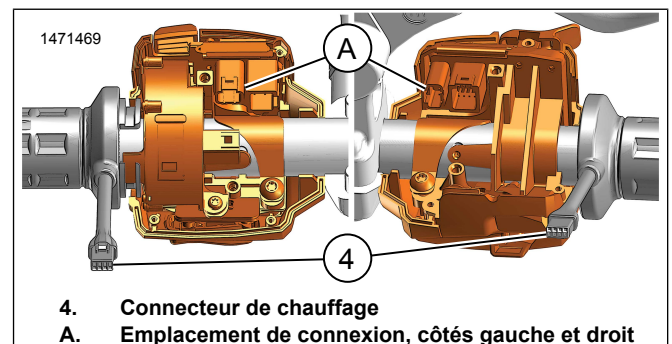

Figure 3. Emplacements du connecteur de chauffage
- c. Voir la Figure 3. Déconnecter le connecteur de la poignée chauffante (A).
- a. Voir la Figure 3. Déconnecter le connecteur de la poignée chauffante (A).
- a. Voir la Figure 3. Connectez le connecteur de chauffage (4) à l'emplacement (A).
3. Voir la Figure 3. Connectez le connecteur de chauffage (4) à l'emplacement (A).